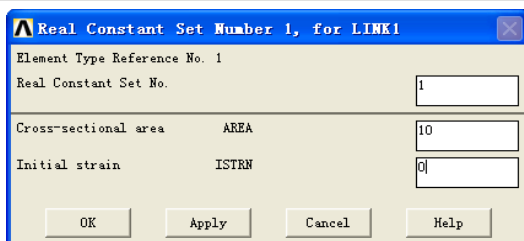

图 2-42 “Real Constant Set Number 1, for LINK1”对话框
(3) 单击“OK”按钮后，弹出“Real Constant Set Number 1, for LINK1”对话框，如图 2-42 所示。输入截面面积（AREA）和初始应变（ISTRN），单击“OK”按钮完成 LINK1 单元实常数设置。